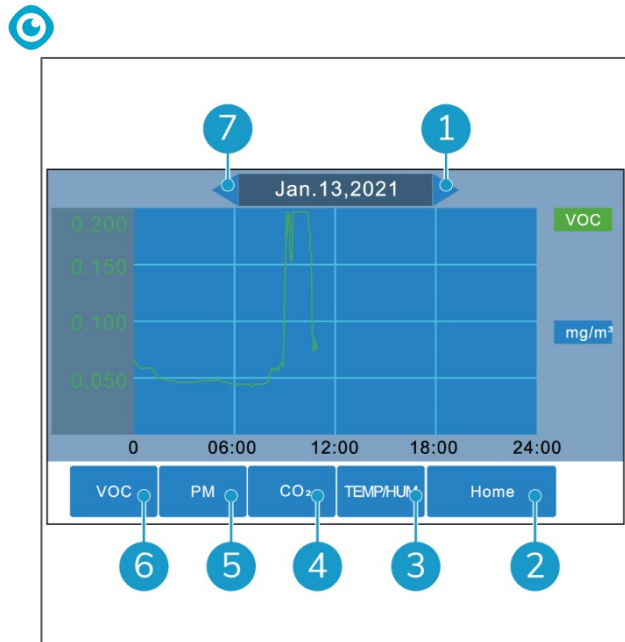

Figura 19
2. Si apre la panoramica della cronologia (Figura 19).
4. Utilizza il pulsante precedente (Figura 19, pos 7) e il pulsante successivo (Figura 19, pos 1) per controllare le letture dei giorni passati. Puoi tornare indietro fino a 5 giorni.
5. Utilizza il pulsante TEMP/HUM (Figura 19, pos 3), il pulsante CO₂ (Figura 19, pos 4), il pulsante PM (Figura 19, pos 5) e il pulsante COV (Figura 19, pos 6) per passare da uno all'altro
6. Tocca il tasto Home (Figura 19, pos 2) per tornare alla schermata principale.